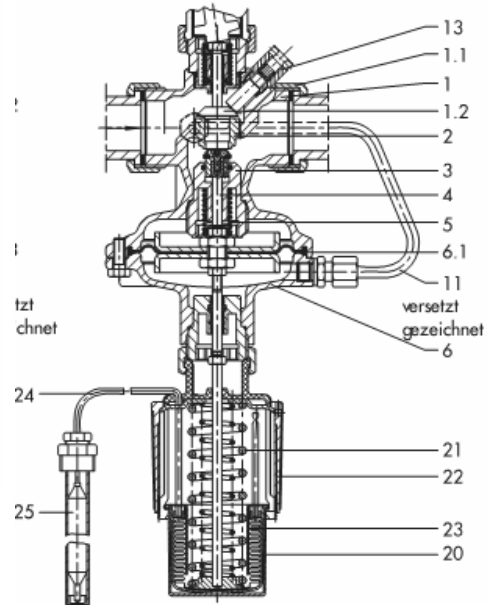

Рис. 3.5 – тип 2489/5825, Ру 25
**Регулятор расхода тип 2489/582...** (рис. 3.5) с электрическим приводом тип 5824 или тип 5825 и дополнительным термостатом регулирования температуры тип 2430 К.